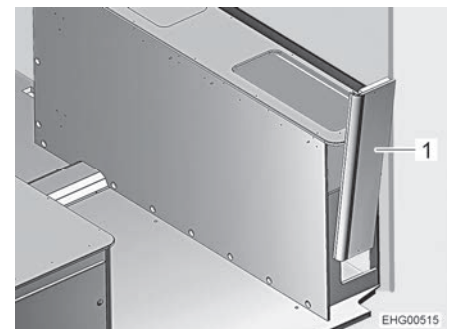

Bild 160 Bettkasten rechts, Seitenwand
- Seitenwand (Bild 160,1) unter leichten Rüttelbewegungen nach oben abnehmen.